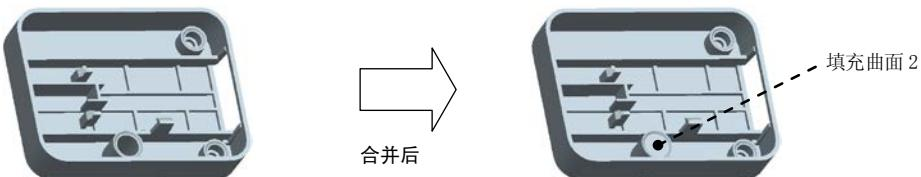

图 20.18 将复制面组与填充曲面 2 合并在一起
Step7. 将 Step5 创建的合并 1 与填充曲面 2 合并为合并 2，如图 20.18 所示。